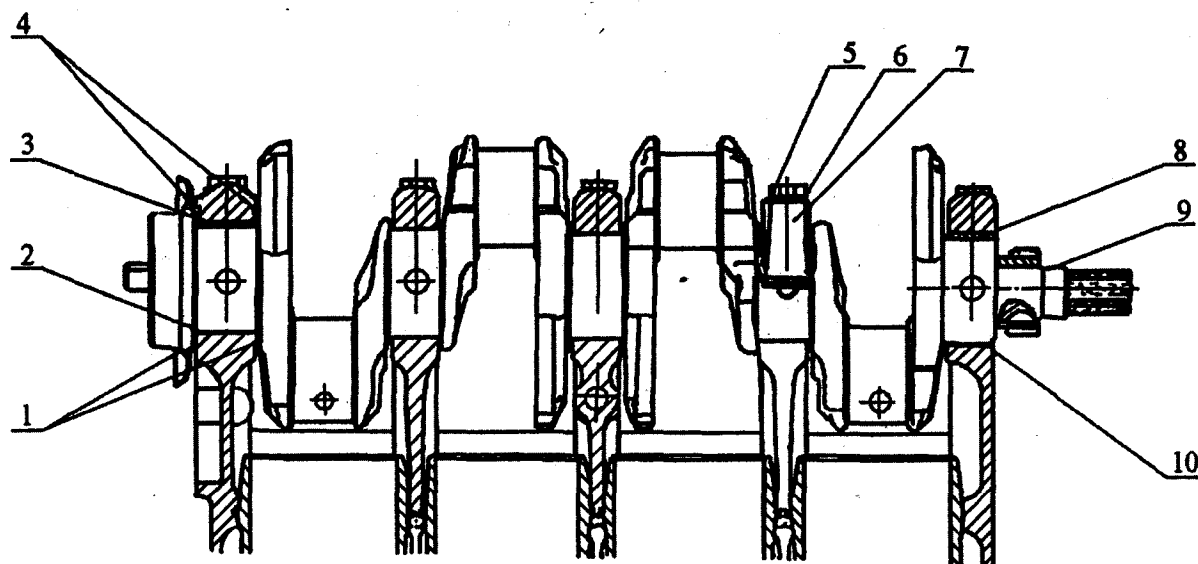

Рис. 12. Укладка коленчатого вала в блок
1. Вывернуть болты крепления крышек коренных подшипников 5 (рис. 12). Снять крышки коренных подшипников 7. Гнезда подшипников и вкладыши протереть салфеткой и продуть сжатым воздухом. Уложить в постели блока вкладыши коренных подшипников 10, в пятый коренной подшипник 2 установить упорные полукольца 1. Установить в крышки коренных подшипников вкладыши коренных подшипников 8, в крышку пятого коренного подшипника 3 установить полукольца упорные 4.